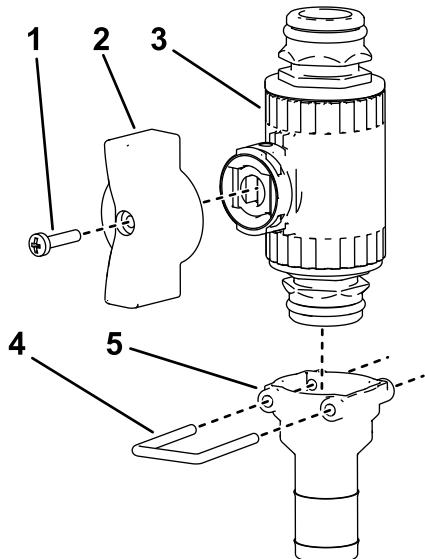

Figure 24
10. Montez le raccord droit sur l'autre vanne de commande droite au moyen de l'étrier, comme montré à la Figure 24.